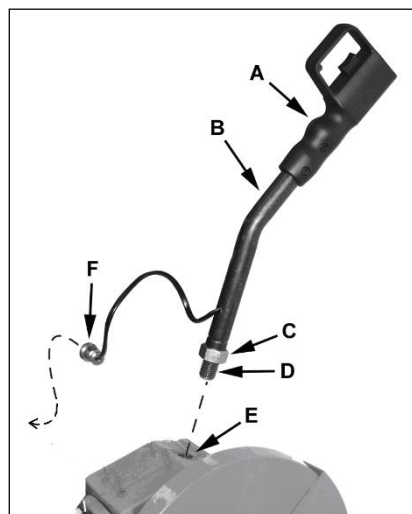

Рис.1
Завинтите резьбовую часть (D, Рис. 1) управляющей ручки (B) в резьбовое отверстие (E). Закрепите контргайку (C).
Загорится зеленая лампа подачи питания (Y). Запустить станок можно нажав пальцем пусковую кнопку на управляющей ручке (A, Рис.1). Чтобы остановить станок, отпустите пусковую кнопку.